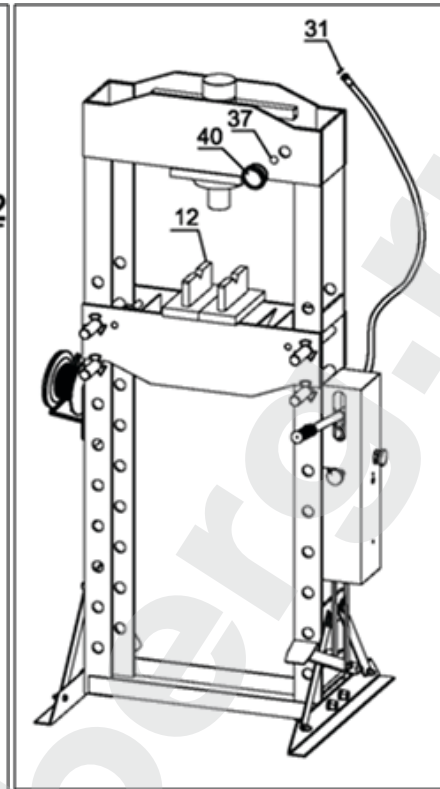

Рис. 5
6. Присоедините шланг к тройнику, используя уплотнительное кольцо (31). Затем прикрепите манометр (40), используя уплотнительное кольцо (37). Поместите оправки (12) на рабочий стол. См. Рис. 5.